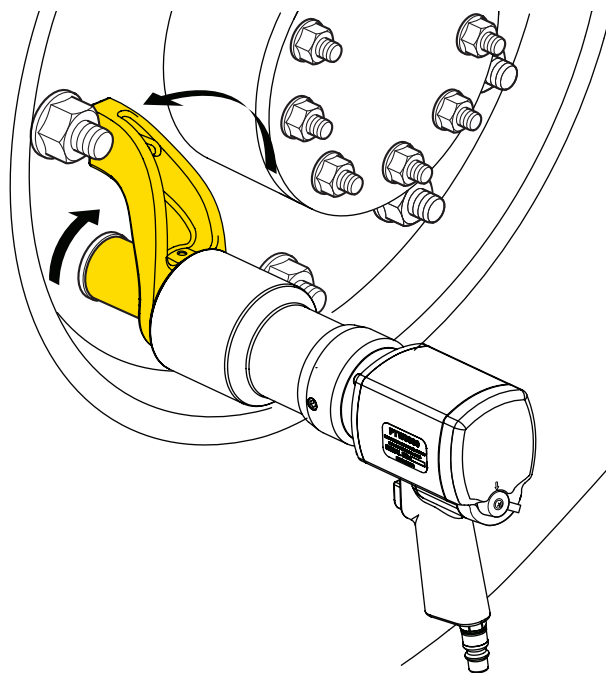

Fig. 8
9. Fig. 8 visar mothållsarmens position när fyrkantsfästet roterar medurs.
11. Dra åt ett fästdon (eller påföra åtdragningsmoment i medurs riktning): Försäkra dig om att justerspaken är satt i läge "F" och att mothållsarmen sitter som Fig. 8 visar. Tryck sedan ner aktiveringsknappen och håll den nedtryckt tills nyckeln stannar.